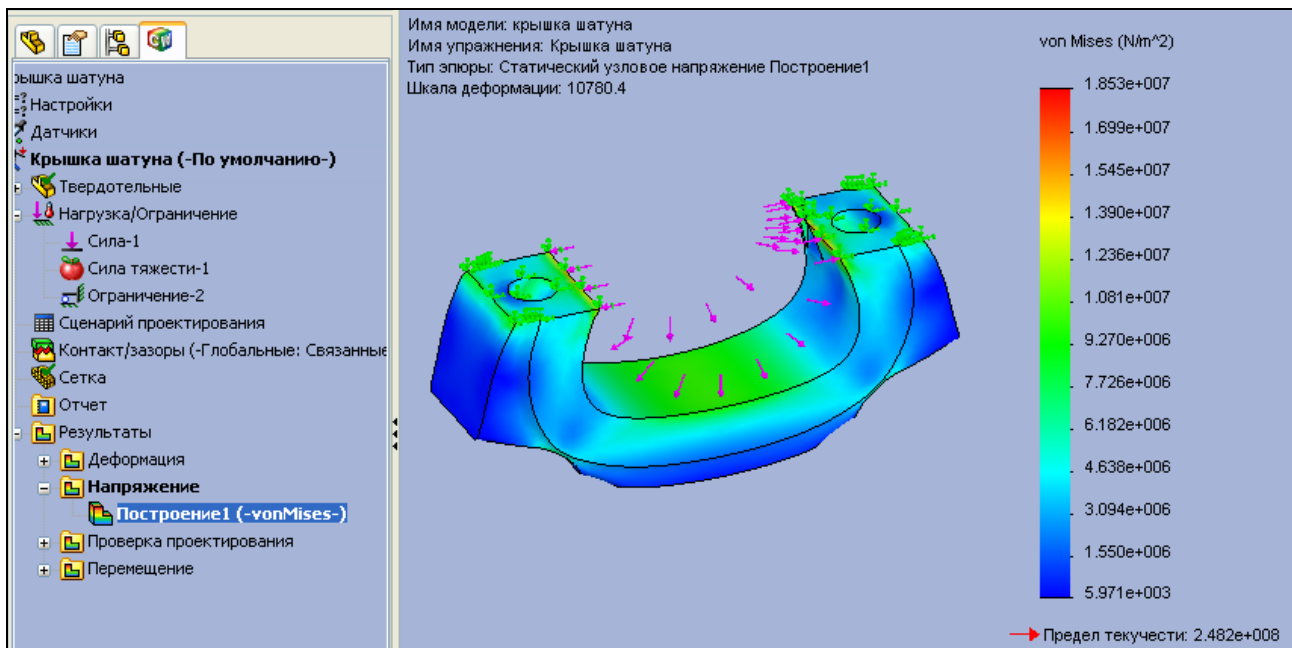

Рис. 6.12. Результаты расчета крышки шатуна
16. После успешного расчета проведите анализ напряженного состояния модели с просмотром эпюр (рис. 6.12). Как строить эпюры, показано в пп. 11-17 разд. 3.2.